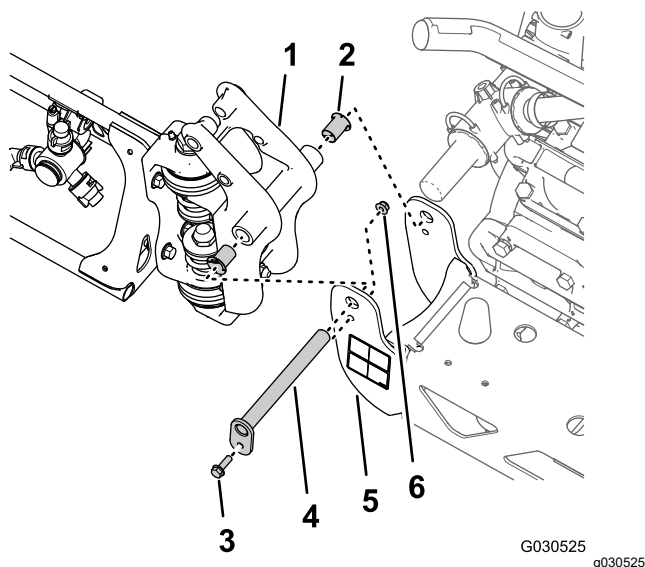

Figura 45
1. Retire el perno con arandela prensada (5/16" x 1") y la contratuera con arandela prensada (5/16") que sujetan el pasador de giro al soporte de giro (Figura 45).
2. Retire el pasador de giro del soporte de giro de la sección de fumigación central y del acoplamiento de giro de la sección de fumigación exterior (Figura 45).
3. Separe la sección de fumigación exterior de la sección de fumigación central y retire la sección exterior de la máquina (Figura 45).
4. Retire los 2 casquillos con brida de nylon del acoplamiento de giro de la sección de fumigación exterior (Figura 45).